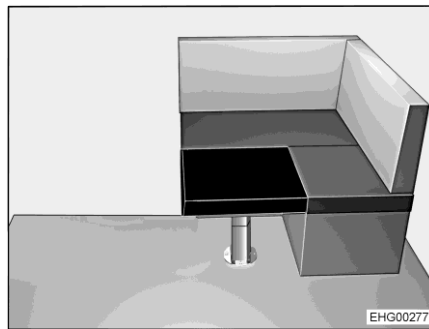

Bild 55 Nach dem Umbau
- Das Zusatzpolster auf die Tischplatte legen (Bild 55).